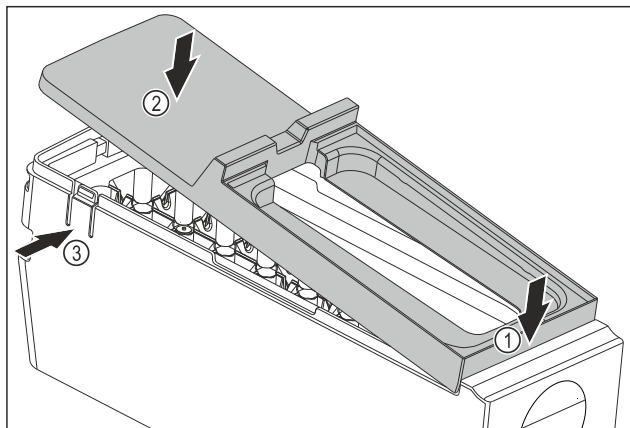

Fig. 157
- Смонтируйте крышку корпуса EasyTwist-Ice: Установите крышку спереди. Fig. 157 (1)
- Опустите крышку сзади. Fig. 157 (2)
- Крышка со щелчком фиксируется в накладках Fig. 157 (3).